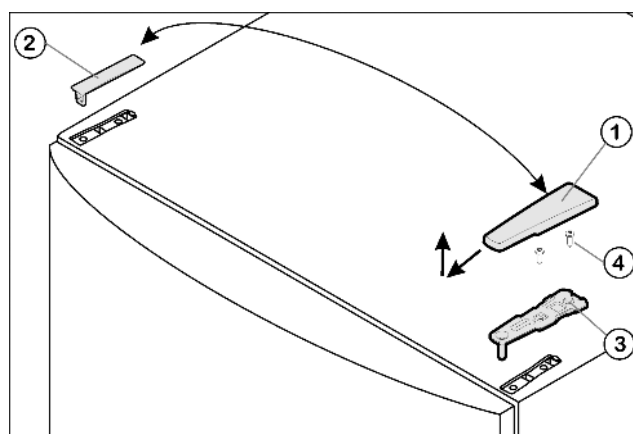

Fig. 4
- ▶ Потяните крышку Fig. 4 (1) вперед и вверх.
- ▶ Снимите крышку Fig. 4 (2).
- ▶ Открутите верхний опорный кронштейн Fig. 4 (3)(2 шт. Torx® 25) Fig. 4 (4) и вытяните вверх.
- ▶ Установите верхний опорный кронштейн Fig. 4 (3) на новой стороне шарнира и защелкните в дверце.
- ▶ Привинтите верхний опорный кронштейн (с моментом 4 Нм) (2 шт. Torx® 25) Fig. 4 (4). При необходимости проделайте отверстия или используйте аккумуляторную отвертку.
- ▶ Наденьте и защелкните крышку Fig. 4 (1) и крышку Fig. 4 (2) на противоположной стороне снаружи.